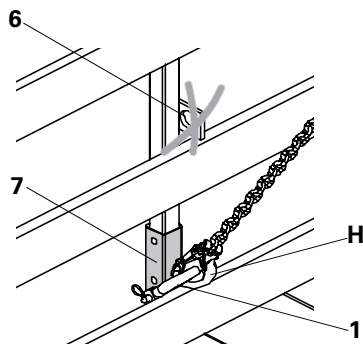

Fig. 8b
È consentito fissare un solo golfare CB 240-2 0,7 t a ciascuna prolunga parapetto (7). (Fig. 8b)
2. Agganciare il gancio (H) con il golfare CB 240-2 0,7 t all'anello di sollevamento della prolunga parapetto CB 240 (7) e chiudere. (Fig. 8b)